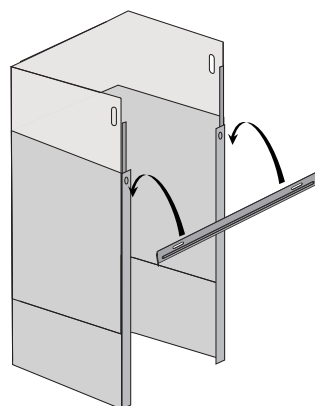

Figure 5
- Fixez le support inférieur à la cheminée inférieure (voir la figure 5). Vissez le support inférieur au mur.